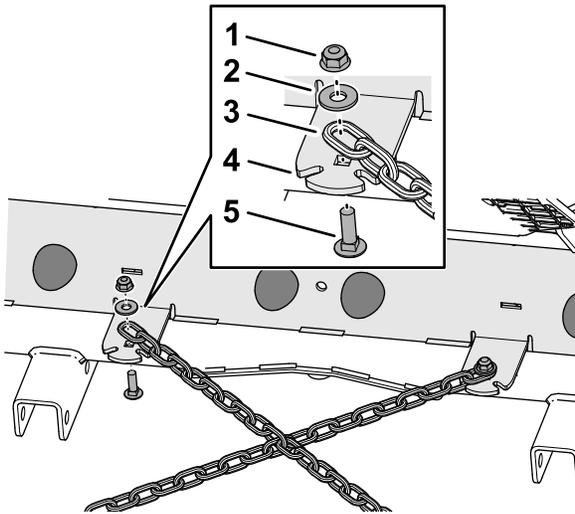

図 5
2. 牽引バー用の短いチェーンの端のリンクを、後フレームプレートにあるチェーンタブの穴に連結する図 5。
3. チェーンをチェーンタブに取り付けるキャリッジボルト5/16 x 1"、ワッシャ $\frac{3}{8}$  x  $\frac{7}{8}$ "、フランジロックナット5/16"を使用して図 5のように取り付ける。